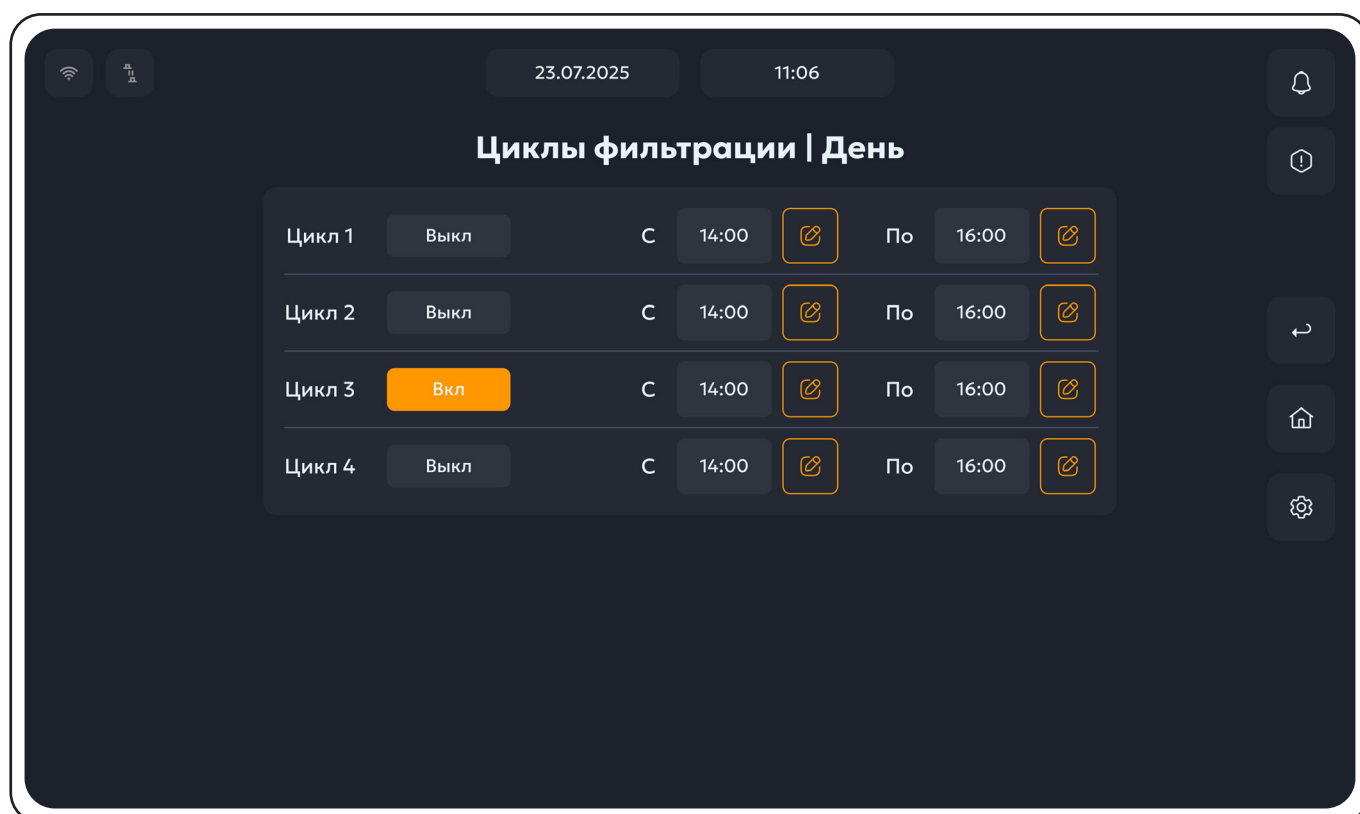

Рисунок 25. Меню настройки циклов фильтрации (тип цикла - **День**).
2. В пункте **Циклы фильтрации | День** нажать кнопку "**Изменить расписание**", откроется меню с настройкой циклов фильтрации (рис.25);
Настройка циклов фильтрации (тип цикла - **Неделя**) выполняется по такому же алгоритму, как и для типа **День**, однако в меню настройки циклов фильтрации добавляется выбор дней недели (рис.25). Чтобы выбрать день, достаточно нажать на нужный. Выбранные дни подсвечиваются оранжевым.